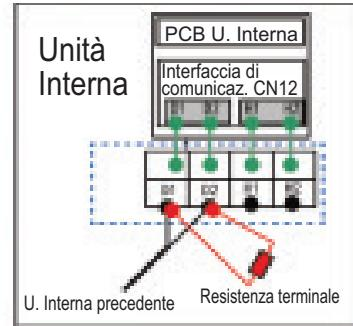

Fig. 5.3.2
- (4) Fissare il cavo di comunicazione sul box elettrico mediante la fascetta.
- (5) Per una comunicazione più affidabile tra l'Unità Interna e l'Unità Esterna e tra le Unità Interne, aggiungere una resistenza terminale (fornita di serie) sulla morsettiera dell'ultima Unità Interna della connessione in serie. La resistenza terminale deve essere collegata in parallelo tra i morsetti D1 e D2, come mostrato in Fig. 5.3.2.